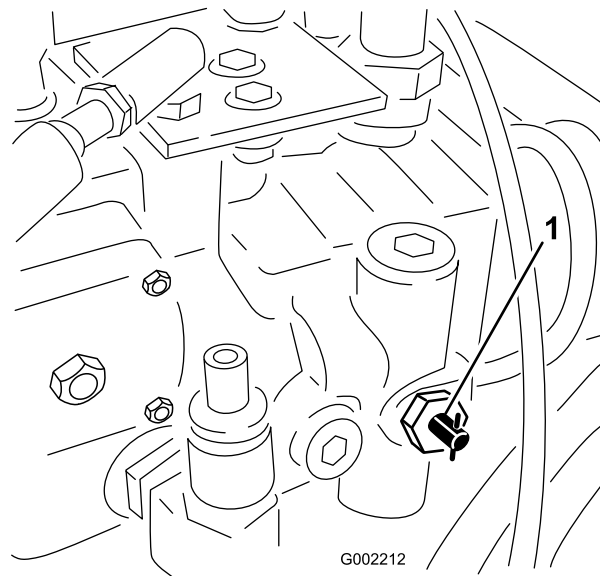

図 53
1. 牽引用バイパスバルブ 図 53 を左右どちらかに 90° 回転させるとバルブが開く。